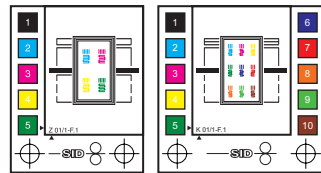

Abb. 5: LUCHS III-Messelemente
- Hinweis: Bei Messelementen für LUCHS III (Abb.5) sind die Messfelder nur messbar, wenn die obere Kante des Messelementes zum geschlossenen Teil des Messkopfes zeigt!